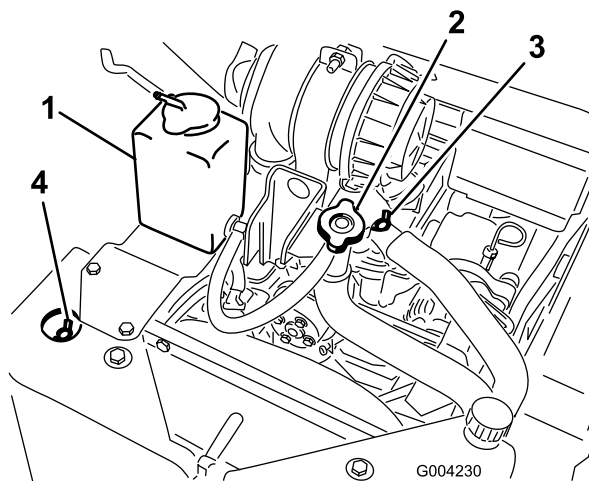

Figura 21
- A. Rimuovere il tappo di riempimento del refrigerante (Figura 21).
- B. Aprire le valvole di spurgo del refrigerante anteriore e superiore (Figura 21).
- C. Versare il refrigerante nel collo del bocchettone finché il refrigerante non inizia a fuoriuscire dalla valvola di spurgo anteriore (Figura 21).
- D. Chiudere la valvola di spurgo anteriore (Figura 21).
- E. Versare il refrigerante nel collo del bocchettone finché il refrigerante non inizia a fuoriuscire dalla valvola di spurgo superiore (Figura 21).
- F. Chiudere la valvola di spurgo superiore (Figura 21).
- G. Versare il refrigerante nel collo del bocchettone finché non si vede salire il livello del refrigerante nel collo del bocchettone (Figura 21).
- H. Montare il tappo di riempimento del refrigerante (Figura 21).
- I. Aggiungere il refrigerante nel serbatoio di espansione finché non raggiunge la linea di pieno sul lato del serbatoio (Figura 21).